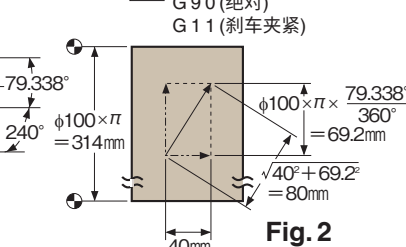

Fig. 2
1. 如Fig. 2的展开图所作矢量图。
2. 决定螺旋加工时的进给速度(①→②的切削进给).....因被切削材的不同, 现定为200mm/min.